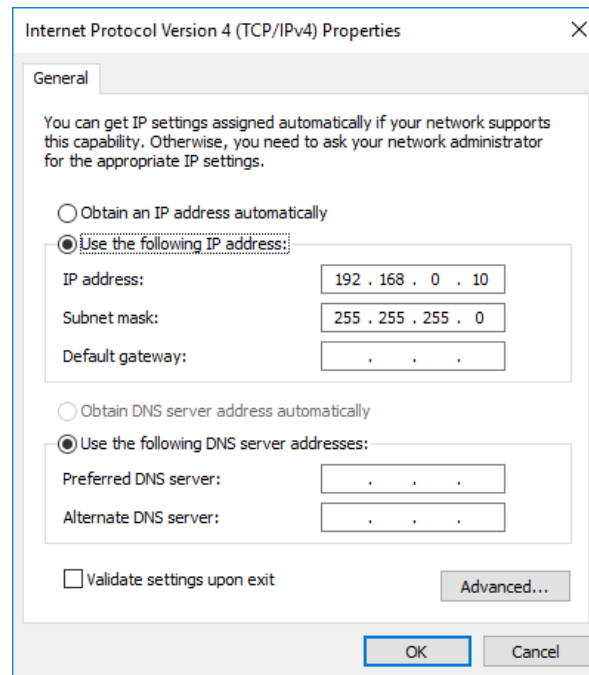

Abbildung 111: Eingabe einer festen IP-Adresse
7. Bestätigen Sie Ihre Änderungen mit **OK** (Abbildung 111).